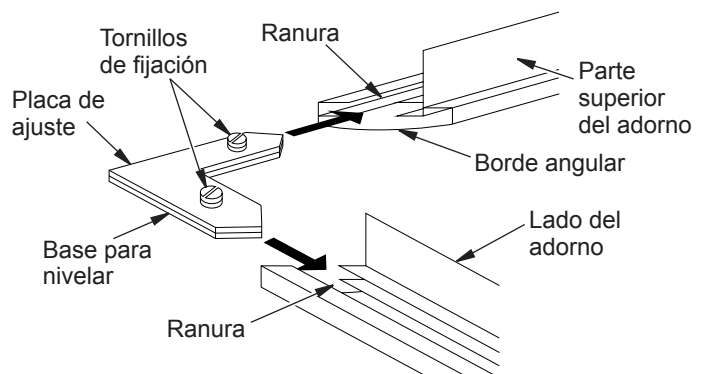

Figura 7 - Armado del adorno
3. Alinee la base para nivelar debajo de la placa de ajuste como se muestra en la figura 7.
4. Deslice un extremo de la placa de ajuste y base para nivelar en la ranura del borde angular de la parte superior del adorno de la chimenea (consulte la figura 7).
5. Deslice el otro extremo de la placa de ajuste y base para nivelar en la ranura del borde angular del adorno de la chimenea (consulte la figura 7).